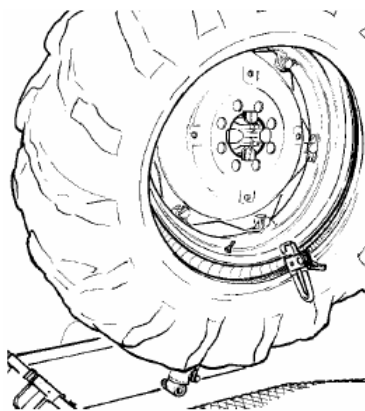

Рисунок 27
19) Опять поднимите колесо и прикрепите хомут RP к внешней стороне второго бортика на расстоянии 20 см от клапана (см. рис.27).